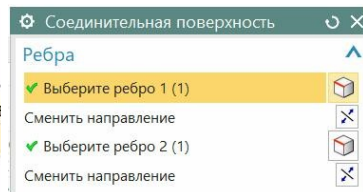
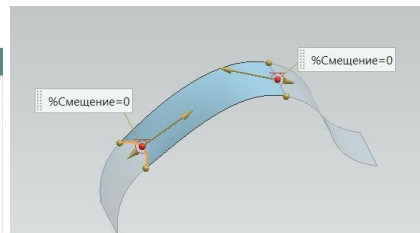
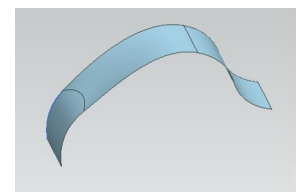
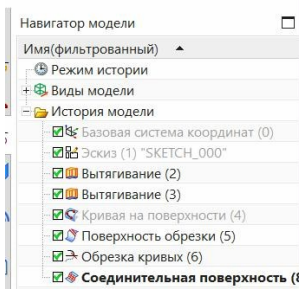

рис.39
рис.40
рис.41
Рис.42
- Диалоговое окно команды представлено на рис.39. Главное здесь – указать соответствующие ребра соединяемых поверхностей (рис.40). Результат соединения показан на рис.41. В НМ полученная **соединительная поверхность** представлена одноименной строкой (рис.42).